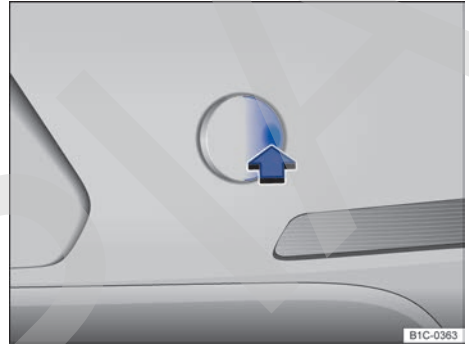

Fig. 197 En el lado derecho del paragolpes trasero: retirar la tapa.
- Presione en el lateral de la tapa → fig. 197 (flecha) para desencastrarla.
- Introduzca la pestaña lateral de la tapa → fig. 197 en la abertura del paragolpes y guíe la pestaña opuesta por encima del borde de la abertura con cuidado.